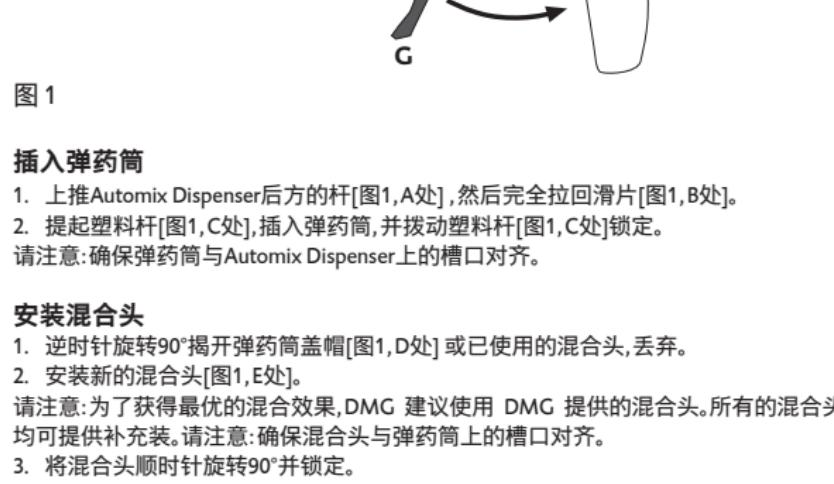

图 1
1. 上推Automix Dispenser后方的杆[图1,A处],然后完全拉回滑片[图1,B处]。
2. 提起塑料杆[图1,C处],插入弹药筒,并拨动塑料杆[图1,C处]锁定。
1. 逆时针旋转90°揭开弹药筒盖帽[图1,D处]或已使用的混合头,丢弃。
2. 安装新的混合头[图1,E处]。
安装Intraoral Tip [图1,F处]。
- 拉动Automix Dispenser上的触发器[图 1,G 处],材料便在混合头中混匀,可直接用于临床。
1. 上推Automix Dispenser后方的杆[图1,A处],然后完全拉回滑片[图 1,B 处]。
2. 提起塑料杆[图1,C处],取出弹药筒。